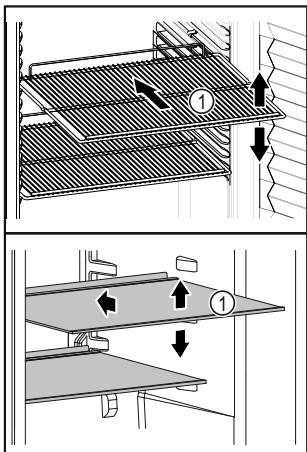

Fig. 88 Representación a modo de ejemplo
- ❑ Si los estantes Fig. 88 (1) se pueden mover, ajustarlos según la altura.